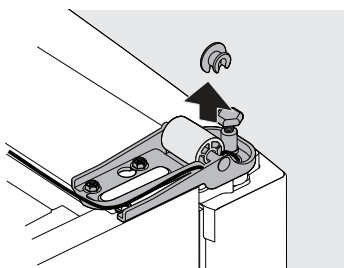

Figure 2
6. Tirez le câble gris et les connecteurs de sous l'essieu de roue et l'entretoise de roue (figure 2).